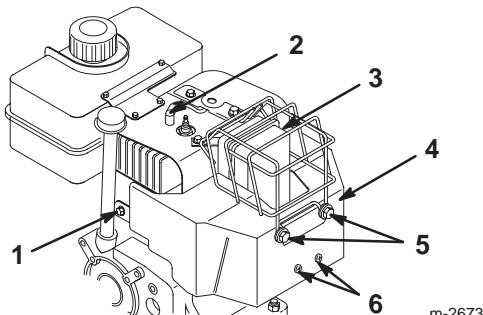

Bild 21
Entfernen Sie den Vergaserheizkasten (Bild 21), wenn der Motor bei Lufttemperaturen über 4°C eingesetzt wird.
1. Klemmen Sie das Zündkabel ab und achten Sie darauf, dass das Kabel die Kerze nicht berührt (Bild 21).
4. Bringen Sie die Befestigungselemente für den Vergaserheizkasten wieder an (Bild 21).